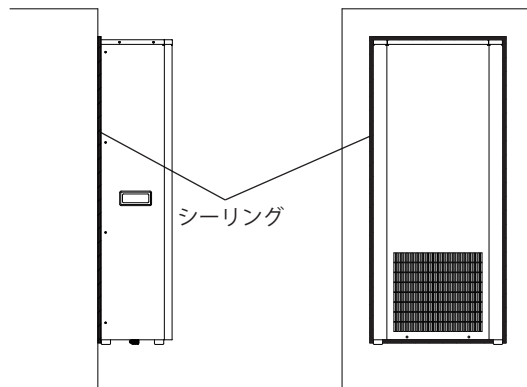

図4
4. 本製品とキャビネットの取付部外周にシーリング処理を確実に行ってください。（図 4）